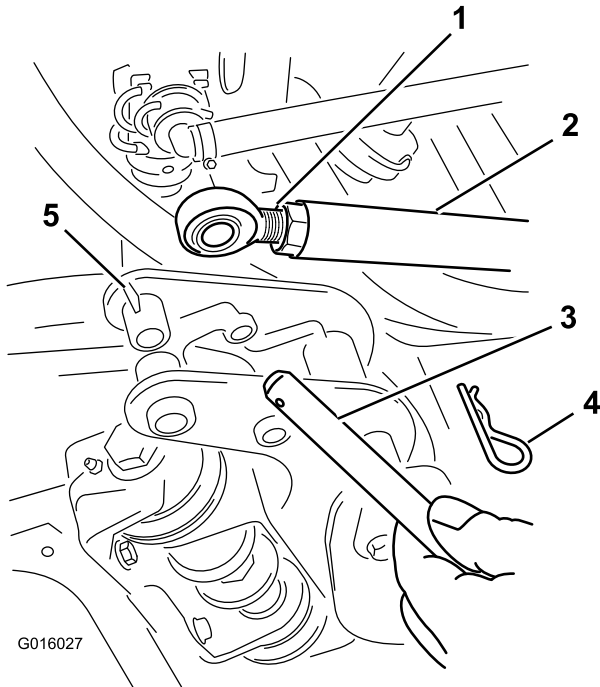

Figure 4
2. Pour chaque rampe, déposez la goupille fendue et sortez la goupille de la tige pour séparer la tige du logement d'axe de pivot (Figure 4).